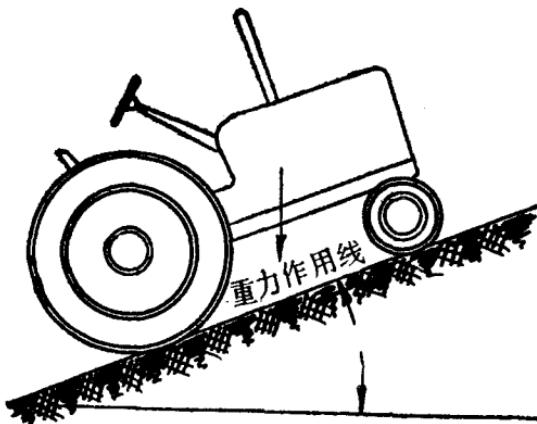

图2 拖拉机在纵坡上的稳定性
3. 拖拉机在什么情况下会翻车（拖拉机的稳定性）：拖拉机的稳定性，就是拖拉机在下坡、上坡或侧面倾斜时而不会翻车的能力。图2是一台拖拉机停在纵坡上的情形。这时拖拉机的最大纵向稳定角取决于拖拉机重心的位置和前后轮间的距离。重心越低、前后轮距越大，纵向稳定性就越好。只要拖拉机的重力作用线不超过后轮和地面的接触点，拖拉机就不会翻车。一般轮式拖拉机的最大上坡稳定角（在非悬挂农具的状态下）是 40° — 45° 。